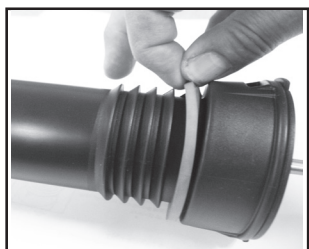

Figura 1
1. Inspeccione el empaque. Si está desgastado o dañado, quítelo y reemplácelo. **(Vea la figura 1).**